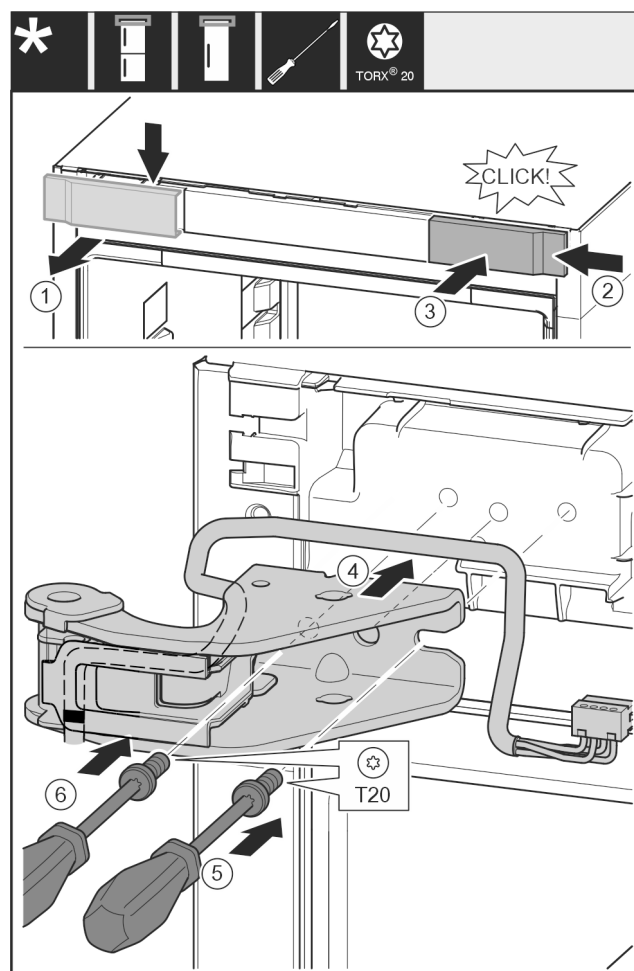

Fig. 30
- Retirer le couvercle du haut vers l'avant. Fig. 30 (1)
- Accrocher le cache tourné de 180° de l'autre côté à droite. Fig. 30 (2)
- Encliqueter le cache. Fig. 30 (3)
- Mettre en place le support de palier supérieur. Fig. 30 (4)
- Mettre en place la vis avec un tournevis T20 et la serrer. Fig. 30 (5)
- Mettre en place la vis avec un tournevis T20 et la serrer. Fig. 30 (6)